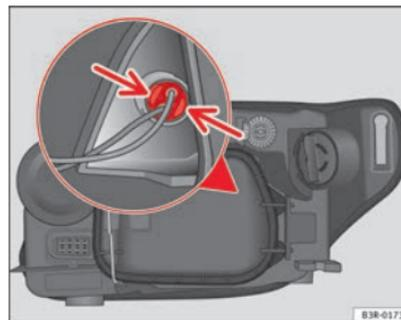

Fig. 196 Luzes de presença (lado exterior do veículo)
- Pressione ligeiramente as patilhas do porta-lâmpadas ⇒ Fig. 196 e puxe para a tampa (também se pode extrair puxando pelos cabos do porta-lâmpadas).